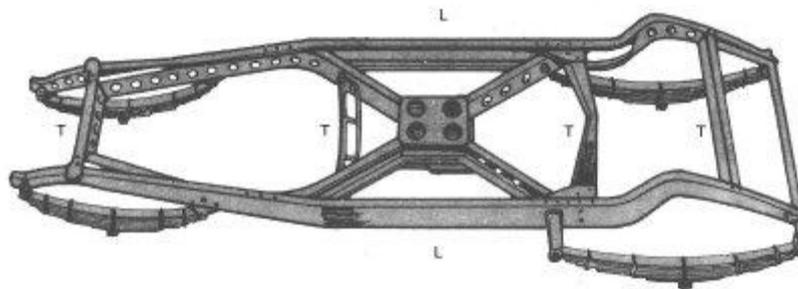

Fig. 1.
La estructura que va a conseguir esa robustez se llama bastidor y está formado por dos fuertes largueros (L) y varios travesaños (T), que aseguran su rigidez (Fig. 1).